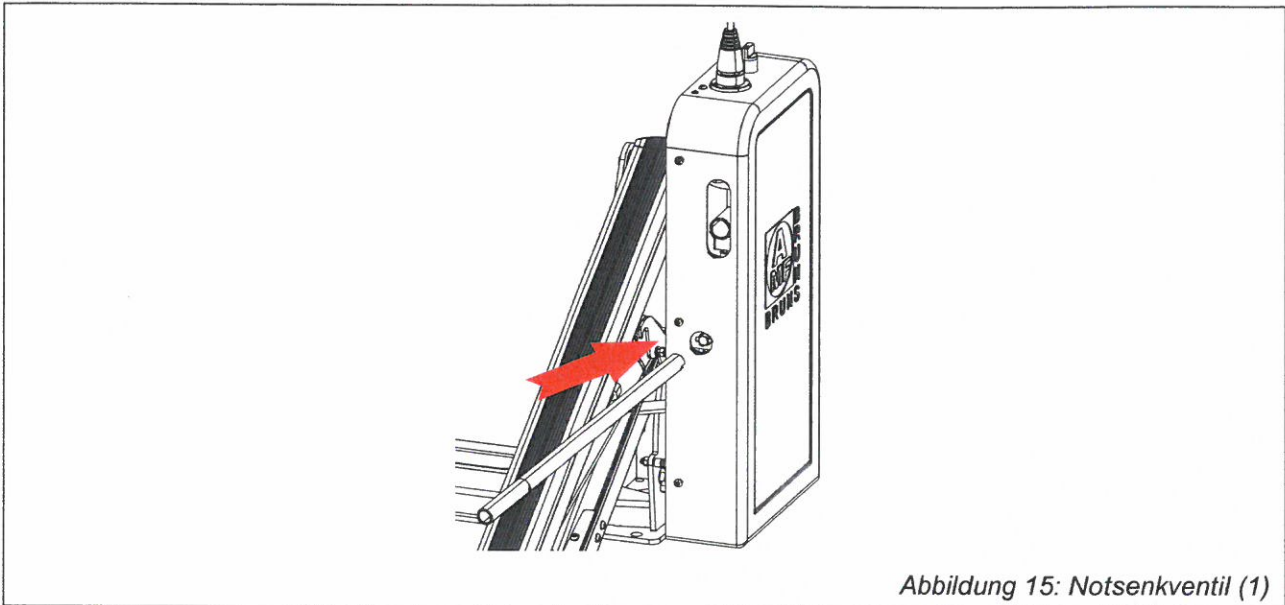

Abbildung 15: Notsenkventil (1)
- ⇒ Stecken Sie den Bedienhebel in die Öffnung für das Notsenkventil (siehe Abbildung 15).